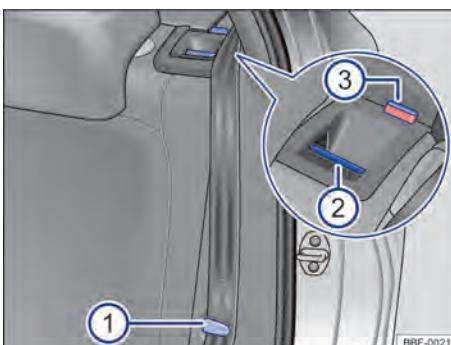

Fig. 65 No encosto do banco traseiro: botão de des travamento.
- Encaixar os cadarços dos cintos nos respectivos alojamentos no revestimento lateral → **Fig. 65 ①**
- Puxar o botão de destravamento → **Fig. 65 ②** para frente e, ao mesmo tempo, rebater o encosto do banco traseiro para frente.
- A respectiva parte de encosto do banco traseiro estará destravada quando a marcação vermelha → **Fig. 65 ③** estiver visível.
- A marcação vermelha → **Fig. 65 ③** não pode mais estar visível.